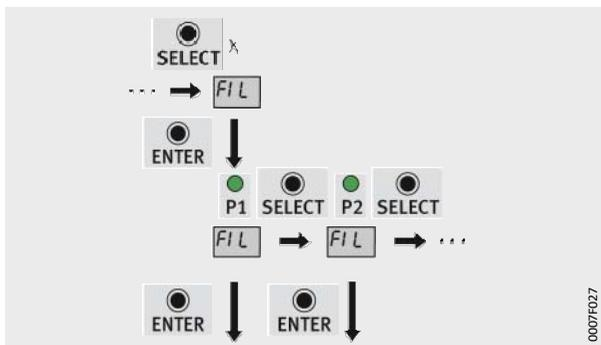

Figura 14
- Una volta collegata la tensione di esercizio, il sistema di lubrificazione viene spurgato come segue, *Figura 14*, pagina 26: